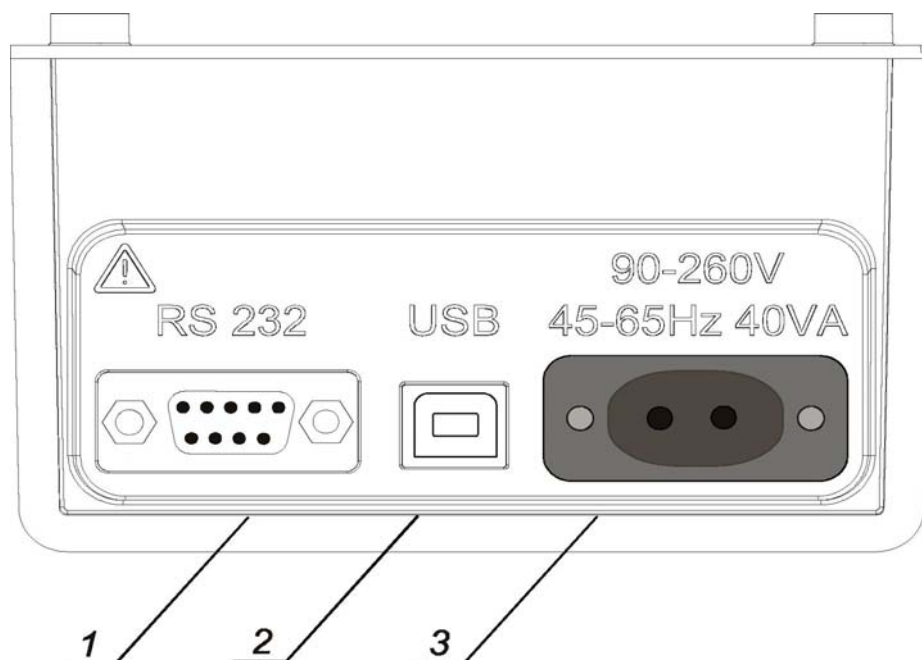

Рис. 3. Разъемы для сетевого и интерфейсного кабелей
- Разъемы для подключения сетевого кабеля и интерфейсного кабеля (USB и RS232) (**Рис. 3**).